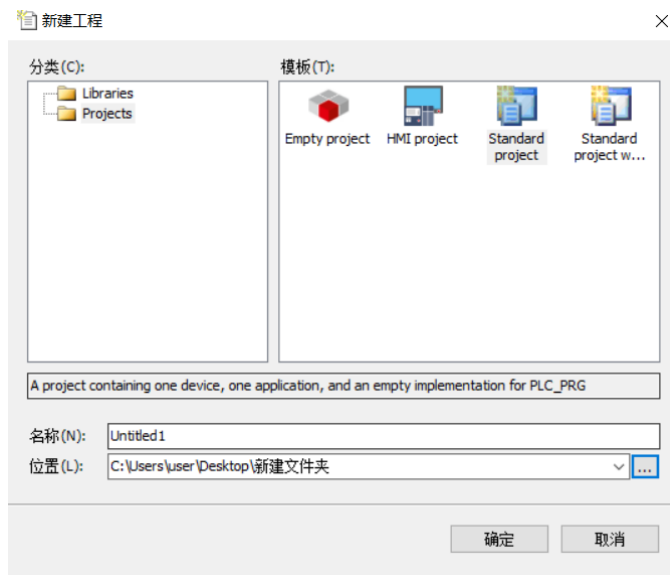

图13-2 工程分类
2. 选择standard project 【标准工程】，定义名称及存储路径以后点击【确定】，如图13-2所示。